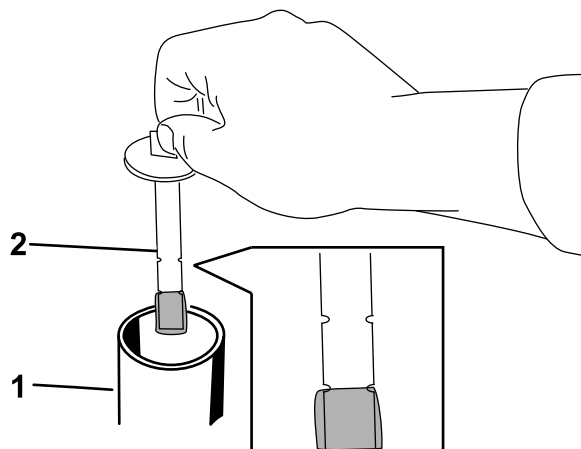

Figure 77
5. Enlevez le bouchon et la jauge du réservoir hydraulique (Figure 77).